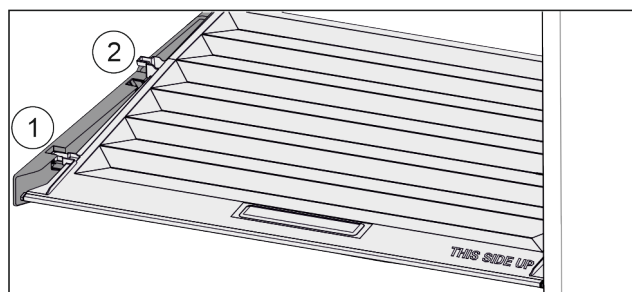

Fig. 26
- ▶ Pokrywę pociągnąć do przodu Fig. 26 (1), aż otworzy się w elementach trzymających.
- ▶ Podnieść tył od dołu i w wyjąć Fig. 26 (2) go do góry.